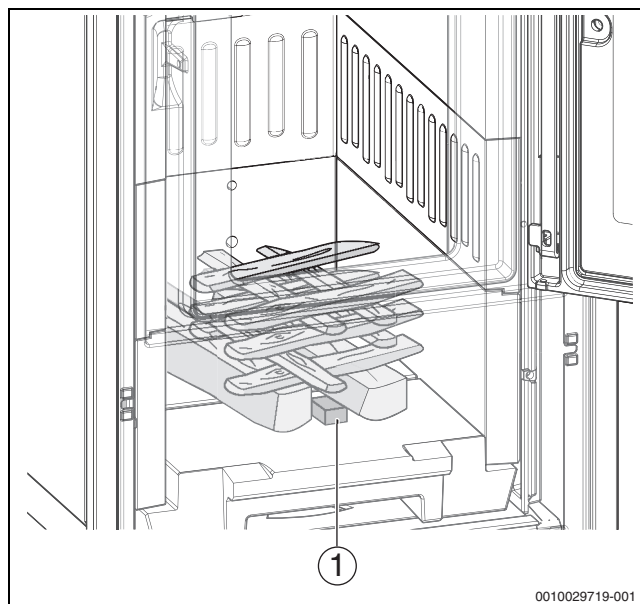

Bild 21 CO-armes Anheizen (Beispielbild)
- ▶ 2 Feuerwürfel (→ Bild 21, [1]) im vorderen Bereich auf den Feuerraumboden legen.